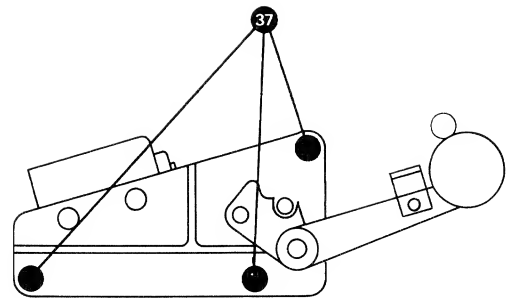

Fig. 2.14.-1
- 3 Schrauben (37) (Fig. 2.14.-1) lösen.
- Remove 3 screws (37) (fig. 2.14.-1).